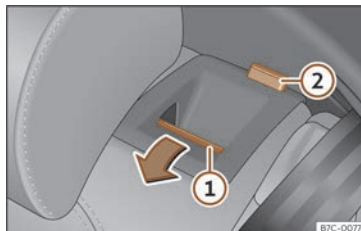

Fig. 114 Banquette arrière : rabattre le dossier.
- Appuyez sur la touche de déverrouillage »» fig. 114 ① vers l'avant en rabaisant simultanément le dossier. Le dossier arrière est débloqué quand le repère rouge est visible sur la touche ②.
Le dossier arrière est débloqué quand le repère rouge est visible sur la touche » fig. 114 ②.